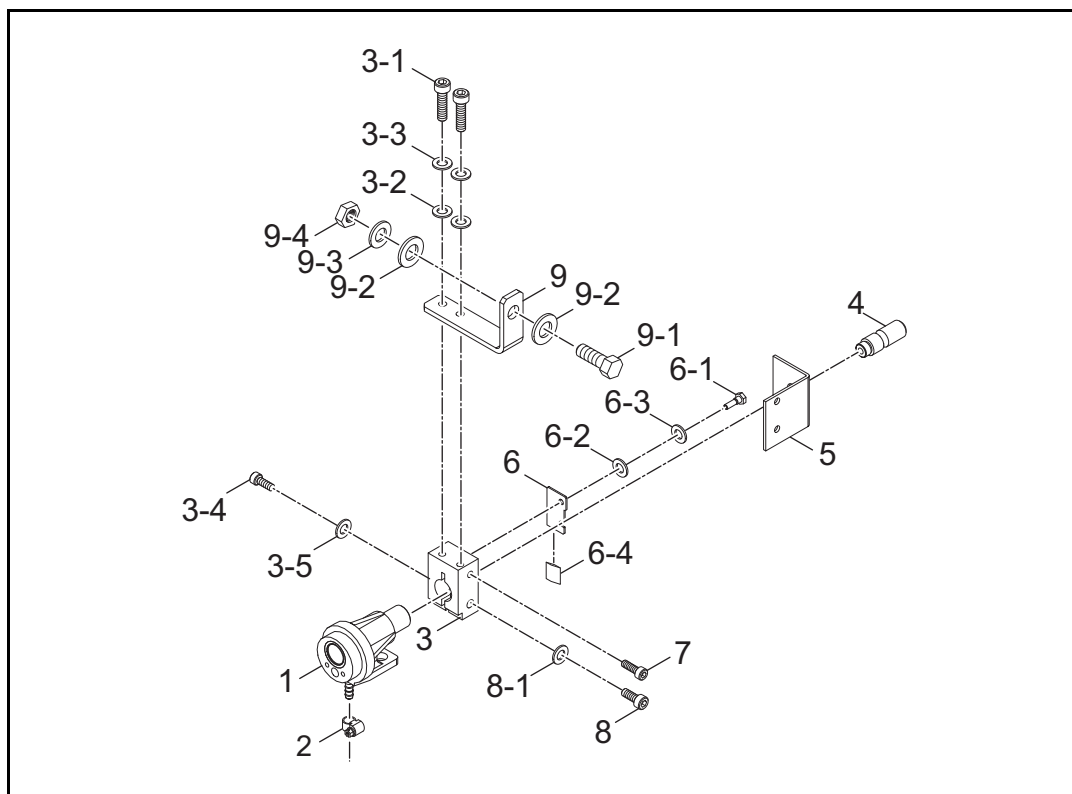
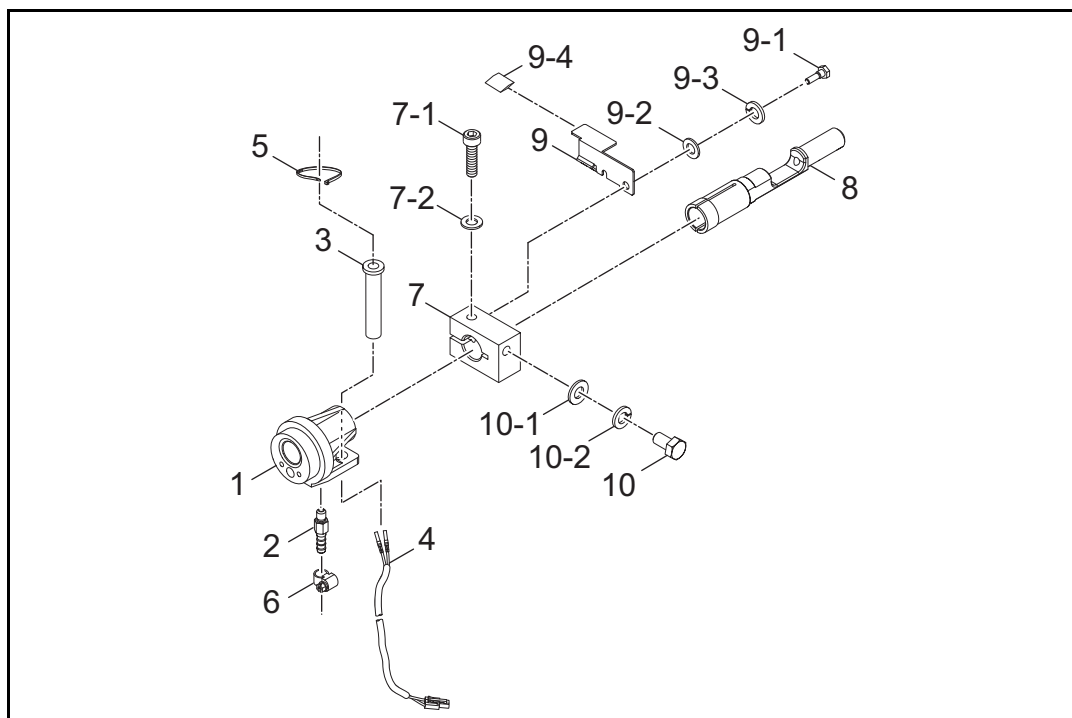

図 14-1 (旧) セントラルアダプタ分解図 (K5990D00)
図 14-2 (新) セントラルアダプタ分解図 (U30105D00)
9.14. セントラルアダプタ (図 14-1、図 14-2)